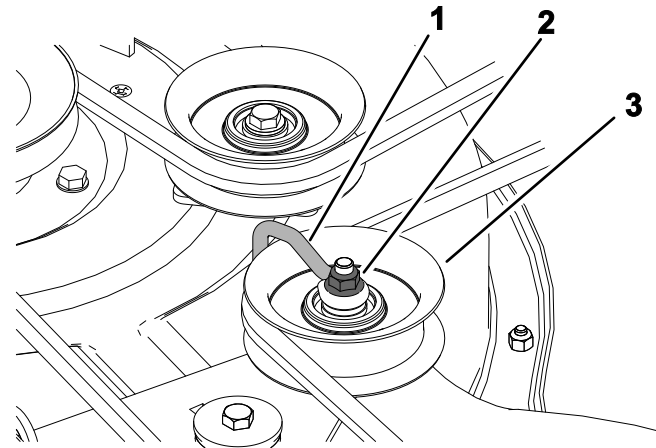

**Figure 55**
5. Desserrez les vis et déposez le couvercle des poulies (Figure 55).